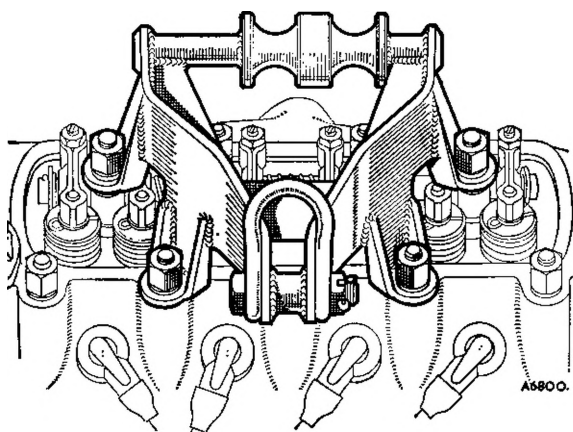

Fig. Aa. 5
18. Togliere i dadi del coperchio del bilanciamento e montare la staffa di sollevamento del motore (vedi Fig. Aa. 5).